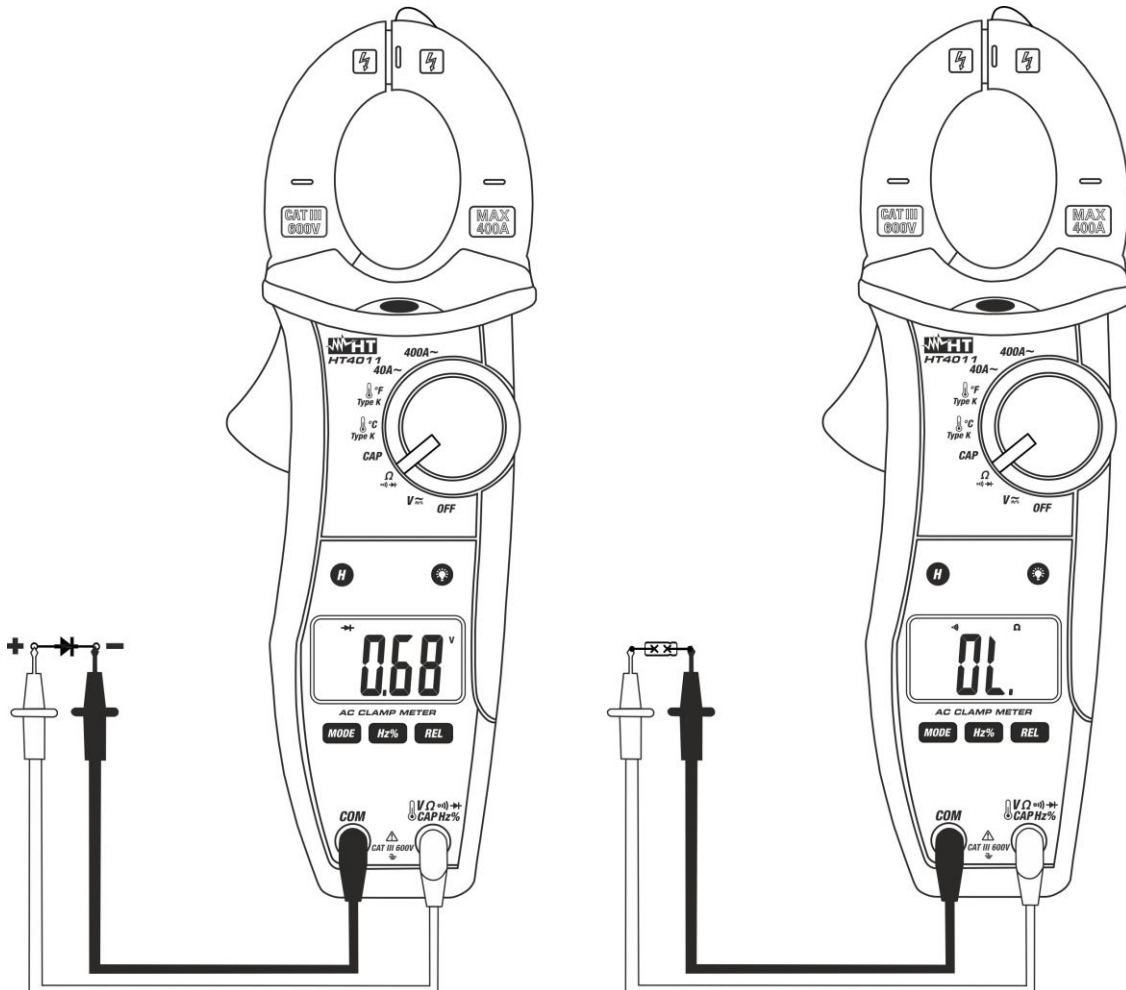

Abb. 2: Verwendung der Zange für Durchgangstest und Dioden-Test
3. Verbinden Sie die rote Messleitung mit der $V\Omega \cdot \rightarrow +$ CAPHz% Eingangsbuchse, und die schwarze Messleitung mit der **COM** Eingangsbuchse und führen Sie den Durchgangstest des zu messenden Objekts durch (siehe Abb. 2 – rechte Seite). Der Summer ertönt, wenn der Wert des gemessenen Widerstands niedriger als 150 ist. Ω